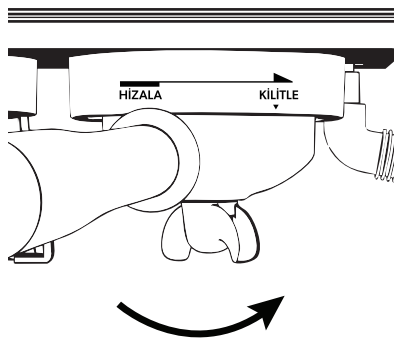
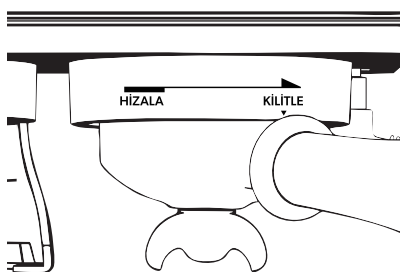

Abbildung 1
Abbildung 2
2.2 Setzen Sie den mit Kaffee gefüllten Siebträger – wie in Abbildung 1 dargestellt – in die vorgesehene Halterung ein. Drehen Sie anschließend den Griff fest nach rechts, bis er die in Abbildung 2 gezeigte Verriegelungsposition erreicht. Dies zeigt an, dass der Siebträger korrekt eingesetzt und sicher fixiert ist.